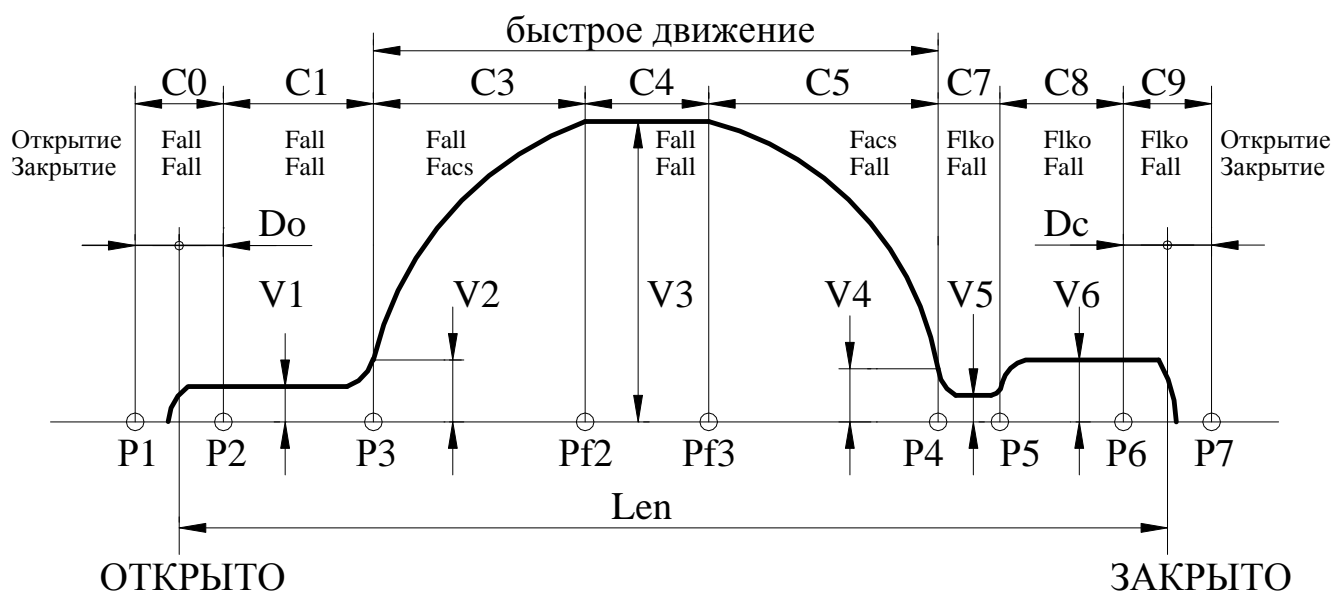

Рис.5. Траектория движения.
3.7.3.3. Если проем был уже промерен, то после синхронизации на 0, *Устройство* начинает двигаться по траектории, показанной на **рис.5**.
3.7.7.4. *Устройство* отрабатывает траекторию движения, показанную на **рис.5**, справа налево.
3.7.7.7. Если *Устройство* определило наличие упора в зоне С0 (см. **рис.5**), включается ВКО и производится синхронизация на 0. После этого *Устройство* переходит в режим одностороннего удержания.
3.7.7.8. Если *Устройство* определило наличие упора на расстоянии от $C_VКО$ до С0 (см. **рис.5**), то включается ВКО, но синхронизации на 0 не производится. После этого *Устройство* также переходит в режим одностороннего удержания.
3.7.8.4. *Устройство* отрабатывает траекторию движения, показанную на **рис.5**, слева направо.
3.7.8.7. При **полном закрытии**, когда *Устройство* определило наличие упора в зоне С9 (см. **рис.5**), включается ВКЗ. После этого *Устройство* переходит в режим одностороннего удержания.
- **E0L** – переезд зоны полного открытия (**C0, рис.5**) или полного закрытия (**C9, рис.5**). *Синхронизация* в этом случае выключается. Ошибка сбрасывается при смене кода направления вращения, но затем необходимо провести *синхронизацию* заново. При повторном неоднократном возникновении данной ошибки нужно провести **измерение проема**, если затем эта ошибка все равно будет возникать, необходимо проверить механику привода.
- $C_{err}=tP.61$ – участок движения (**рис.5**), на котором произошла ошибка при наличии синхронизации, $C_{err}=11$ при отсутствии синхронизации.
3.8.1. Рис.5, на котором показана траектория движения, отслеживаемая Устройством, поясняет назначение многих параметров, рассмотренных ниже. На рис.5 отображено также распределение сил на участках траектории отдельно при открытии и при закрытии (при переходе в режим удержания устанавливается соответствующая сила удержания).
- Если Var_sl=1, то точка препятствия запоминается и происходит замедление скорости движения при подходе к точке препятствия до Vbar. При отсутствии препятствия в том же месте, дальнейшее движение происходит по кривой, указанной на **рис.5**.
- 3.8.7.14. **Номер D** – C_vko (мм) – дополнительное смещение точки **P2(рис.5)** для расширения диапазона удержания сигнала ВКО.
- 3.8.7.15. **Номер E** – C_vkz (мм) – дополнительное смещение точки **P6(рис.5)** для расширения диапазона удержания сигнала ВКЗ.